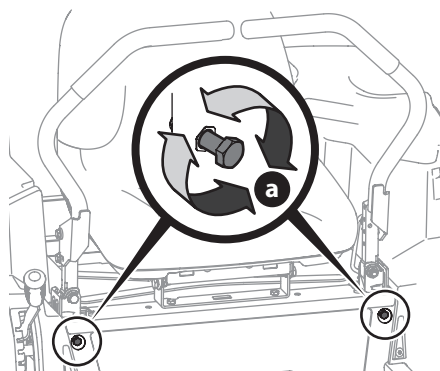

Figura 41
- Ubique los pernos del ajuste de detención de las palancas de control de la transmisión de barras de seguridad (a) que están en el frente del marco del asiento (Figura 41).
- Para reducir la velocidad de avance, gire los pernos del ajuste de detención de las palancas de control de la transmisión de barras de seguridad (a) en el sentido de las agujas del reloj. Para incrementar la velocidad de marcha hacia adelante, gire los pernos de ajuste de detención de las palancas de control de la transmisión de barras de seguridad (a) en el sentido contrario a las agujas del reloj. Gire los pernos de ajuste de detención de las palancas de control de la transmisión de barras de seguridad (a) en la dirección necesaria 1/4 de giro por vez. Después de girar los pernos de ajuste de detención de las palancas de control de la transmisión de barras de seguridad (a), compruebe el ajuste manejando el tractor (Figura 41).